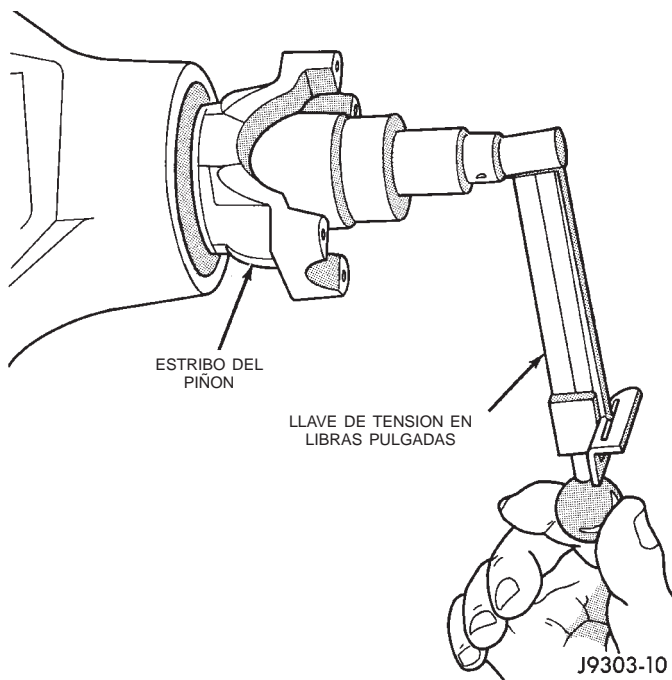

Fig. 58 Verificación del esfuerzo de rotación del piñón satélite
(11) Apriete la tuerca lentamente, en incrementos de 6,8 N·m (5 lbs. pie), hasta alcanzar la torsión de rotación. Mida con frecuencia el esfuerzo de rotación para evitar aplastar en exceso el separador plegable (Fig. 58).
(12) Gire el piñón diez veces como mínimo. Compruebe que el piñón gira con suavidad. Verifique la torsión de rotación del cojinete con una llave de tensión en libras pulgadas (Fig. 58). La torsión necesaria para girar el piñón satélite debe ser la siguiente: